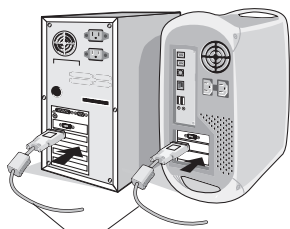

Figura A.1
2. Para utilizar con PC o MAC con salida digital DVI: Conecte el cable de señal DVI al conector de la tarjeta de visualización de su sistema (Figura A.1). Ajuste todos los tornillos.